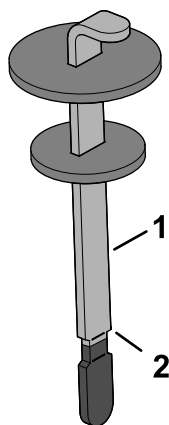

**Figura 179**
3. Curățați zona din jurul buonului și a capacului rezervorului de ulei hidraulic (Figura 179). Îndepărtați capacul de la buon.